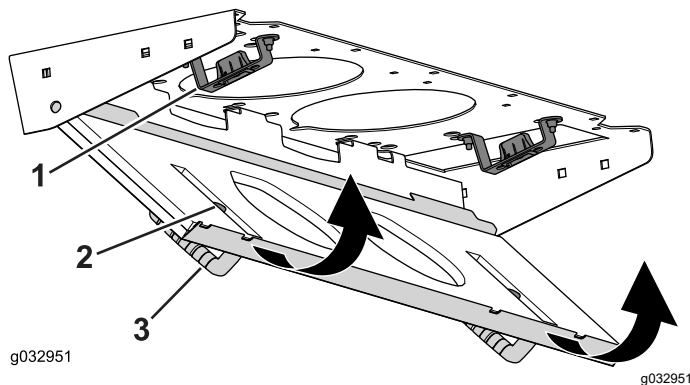

Figura 104
4. Gire la rejilla del filtro sobre las pestañas hasta que el resbalón se bloquee en el cerradero (Figura 104).